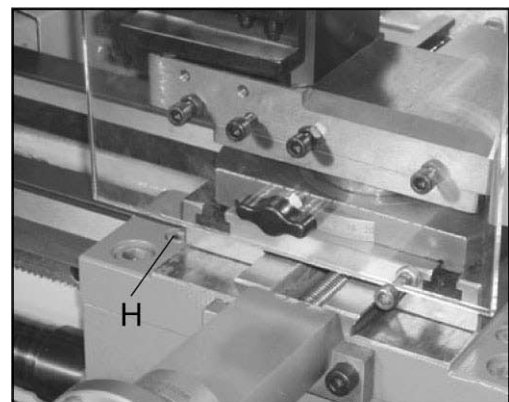

Fig. 14
8. Blocage du traînard (Fig. 14, H)